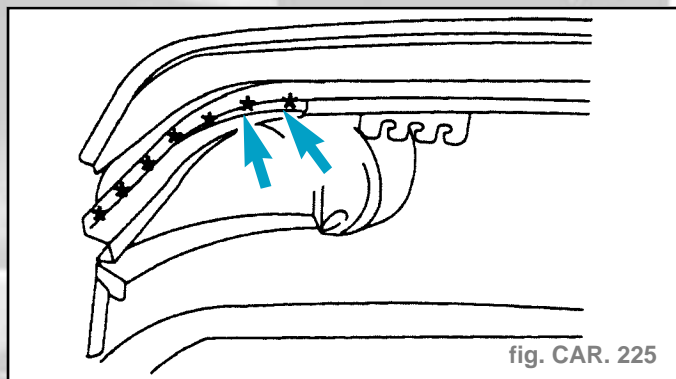

fig. CAR. 225
- Découper par fraisage des joints (fig. CAR. 225).